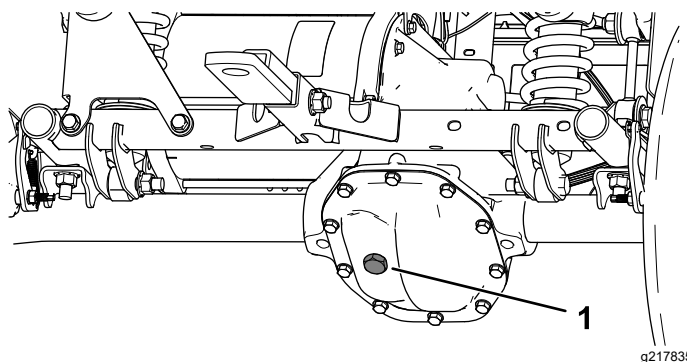

Figura 50
4. Tire o tampão de enchimento do conjunto eixo-tranmissão (Figura 50).
5. Se o nível de fluido estiver baixo, retire o tampão de enchimento e adicione o fluido especificado até sair pelo furo (Figura 50).
4. Retire o tampão de enchimento na transmissão e encha a transmissão com o fluido especificado até que saia pelo furo de enchimento (Figura 50).